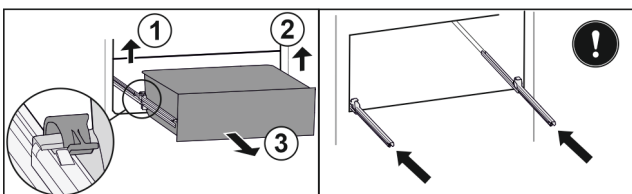

Fig. 132
- Linke Klemme anheben und gleichzeitig Schubfach links nach vorne ziehen. Fig. 132 (1)
- Rechte Klemme anheben und gleichzeitig Schubfach rechts nach vorne ziehen. Fig. 132 (2)
- Schubfach nach vorne entnehmen. Fig. 132 (3)